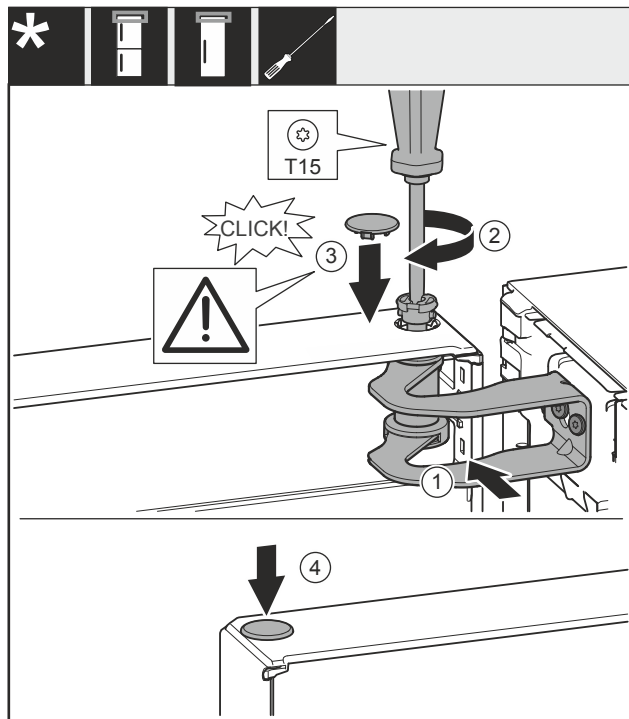

Fig. 24
- ▶ Allineare la porta all'apertura nella staffa di supporto Fig. 24 (1).
- ▶ Inserire i perni Fig. 24 (2) e stringerli con un cacciavite.
- ▶ Inserire la copertura Fig. 24 (3).
- ▶ Controllare che la copertura Fig. 24 (3) poggi sulla porta.
- ▶ Inserire la copertura Fig. 24 (4).